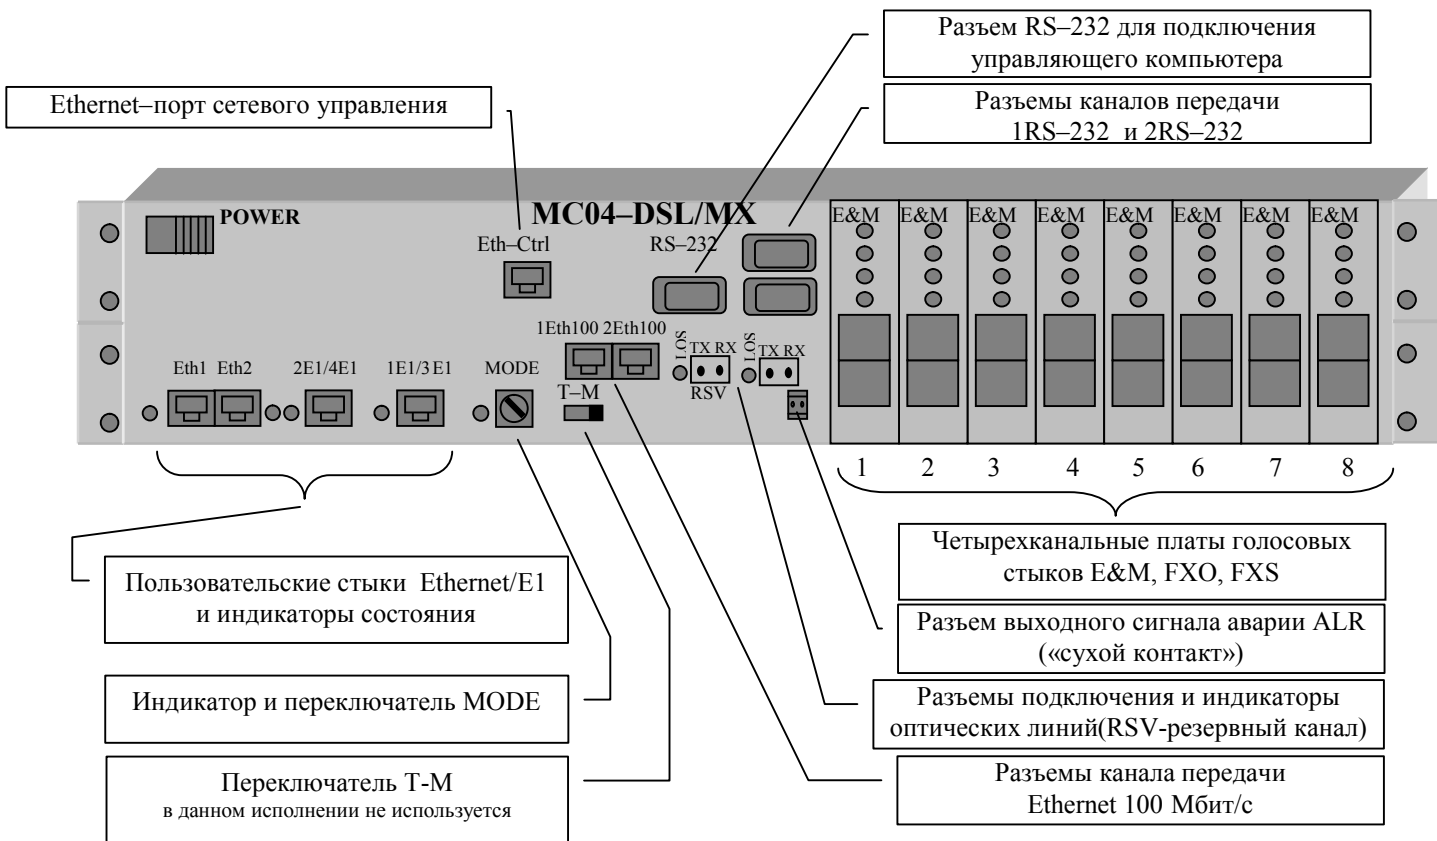

Рис. 2. Модем–мультиплексор на 8 плат канальных окончаний в корпусе 2U.
5.1.2. Модем-мультиплексор поставляется в исполнении – на 8 плат канальных окончаний (КО). Места установки плат на рис. 2 пронумерованы от 1 до 8.